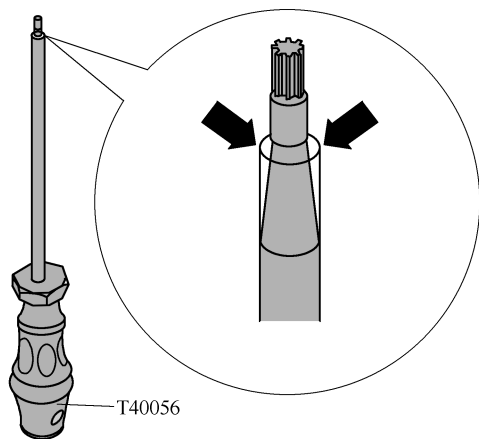

图 6-2-10 处理箭头所示部位
- (1) 打开点火开关, 断开蓄电池上的接地线。
- (2) 拆下驾驶员侧安全气囊控制单元, 拆下转向盘, 对于带电气可调式转向柱的车辆, 拆卸驾驶员侧下部仪表板护板。
(3) 处理图 6-2-10 所示螺钉旋具上箭头指示部位。